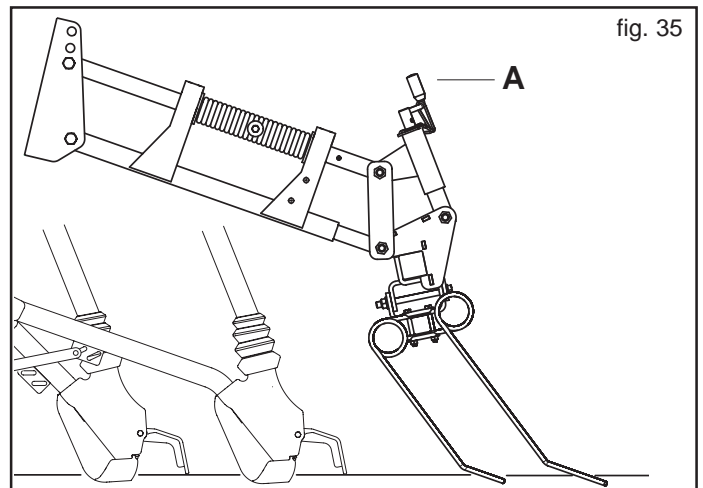

fig. 35
Die normale Arbeitsposition der Egge wird auf Abb. 35 illustriert. In dieser Position ist der Verschleiß der kurzen und langen Zähne gleichförmig. Durch Einwirken auf die Einstellkurbel (A) kann die Neigung der Egge verändert werden.